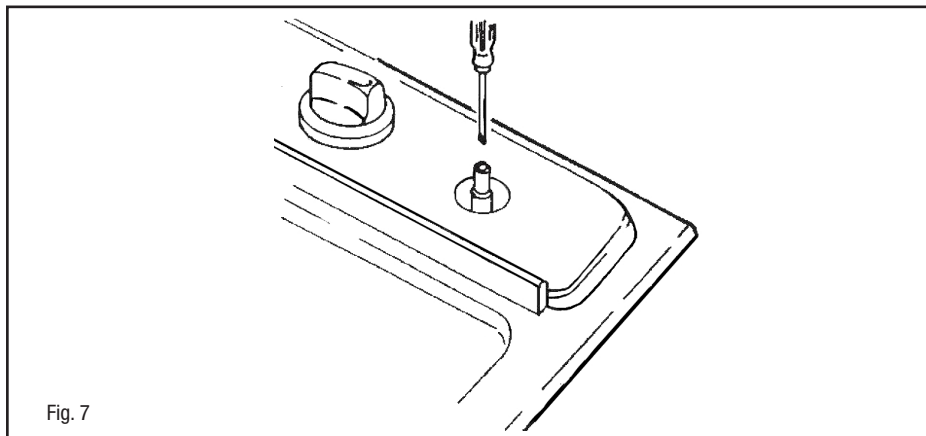

Fig. 7
- para la regulación del mínimo, usar un destornillador apropiado en el tornillo puesto sobre la llave (Fig. 7) después de averio girado en la posición de mínimo. Para GPL (Butano / propano) atornillar a fondo.